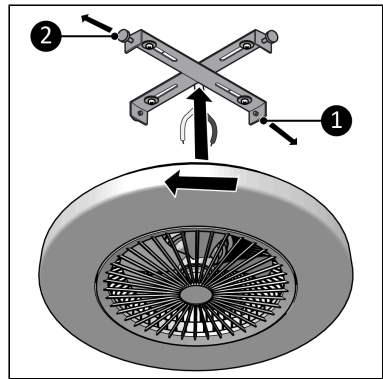

Figuur 11.
7. Druk in elk van de vier gaten een plug (Figuur 11, pos. 1).
8. Bevestig met de kruiskopschroeven (Figuur 11, pos. 3) en de ringen (Figuur 11, pos. 4) de ophangbeugel (Figuur 11, pos. 2) aan het plafond.